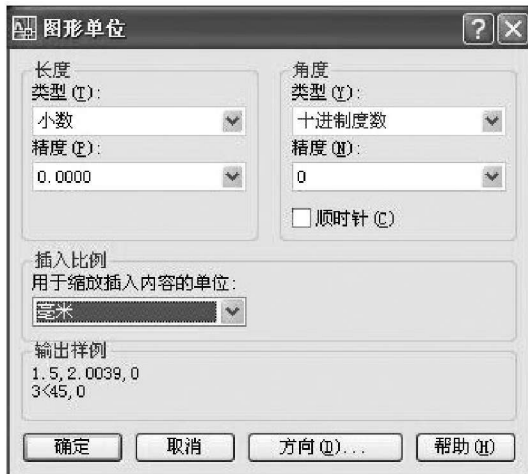

图 1-7
(2) 如何设置角度和长度的精度: 通常情况下, 用户绘图时使用默认的设置。当然根据绘图需要可进行设置。那么怎么进行设置呢, 比如需要将角度和长度精度设置为小数点后 2 位。步骤如下。
① 单击【格式】菜单栏→再单击【单位】选项(如图 1-6 所示), 弹出【图形单位】对话框(如图 1-7 所示)。